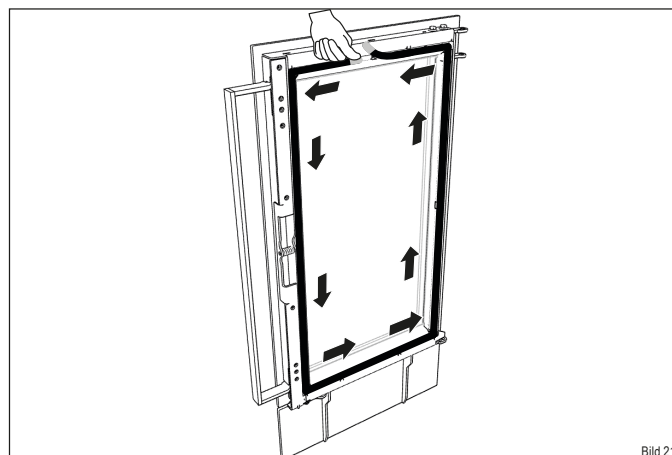
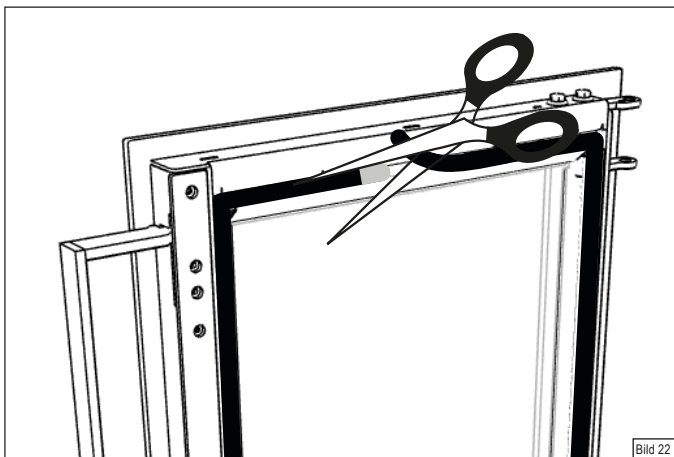

Bild 21
Bild 22
- ▶ Beginnen Sie mit dem Verlegen der Dichtung in der Mitte der Führung, im oberen Bereich der Feuerraumtür. Drücken Sie die Dichtung gleichmäßig in die Führung (Bild 21). Lassen Sie das Ende etwas länger überstehen und schneiden Sie die Dichtung bündig ab (Bild 22).